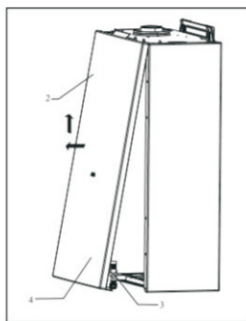

Рис. 17
- для снятия передней крышки потяните ее вверх и наружу, (поз.2 рис.17)